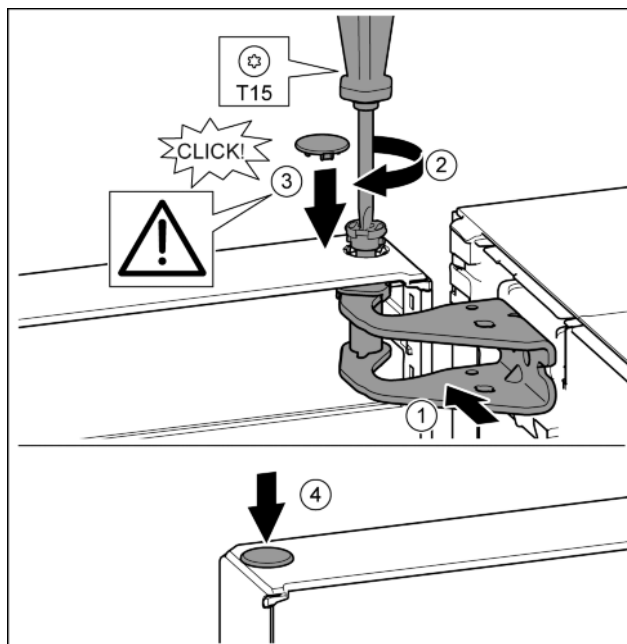

Fig. 23
- Deur boven uitlijnen op de opening in de lagerbus. Fig. 23 (1)
- Bouten aanbrengen en met schroevendraaier T15 vastschroeven. Fig. 23 (2)
- Veiligheidsafdekking voor de veiligheid van de deur monteren: Veiligheidsafdekking aanbrengen en controleren of deze op de deur rust. Anders bout volledig aanbrengen. Fig. 23 (3)
- Stop aanbrengen. Fig. 23 (4)